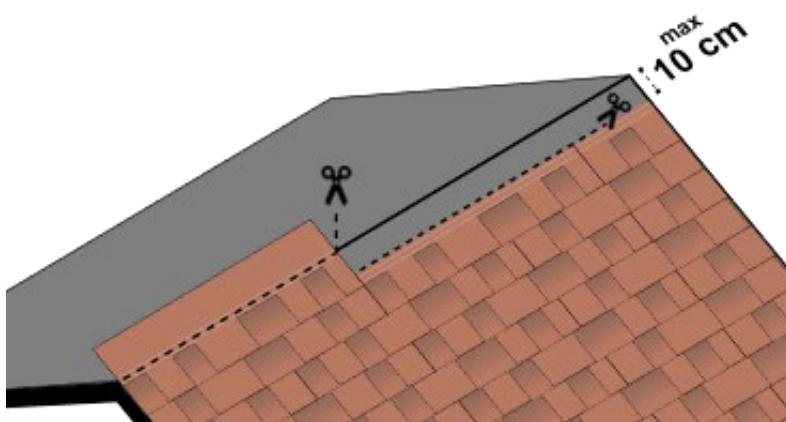

Fig. 19 - Installazione delle tegole al colmo
- Ripetere la procedura di posa delle tegole canadesi per file, fino alla completa copertura delle falde, lasciando gli ultimi cm di membrana bituminosa esposta. Se necessario, tagliare la parte superiore dell'ultima fila di tegole, Fig. 19.